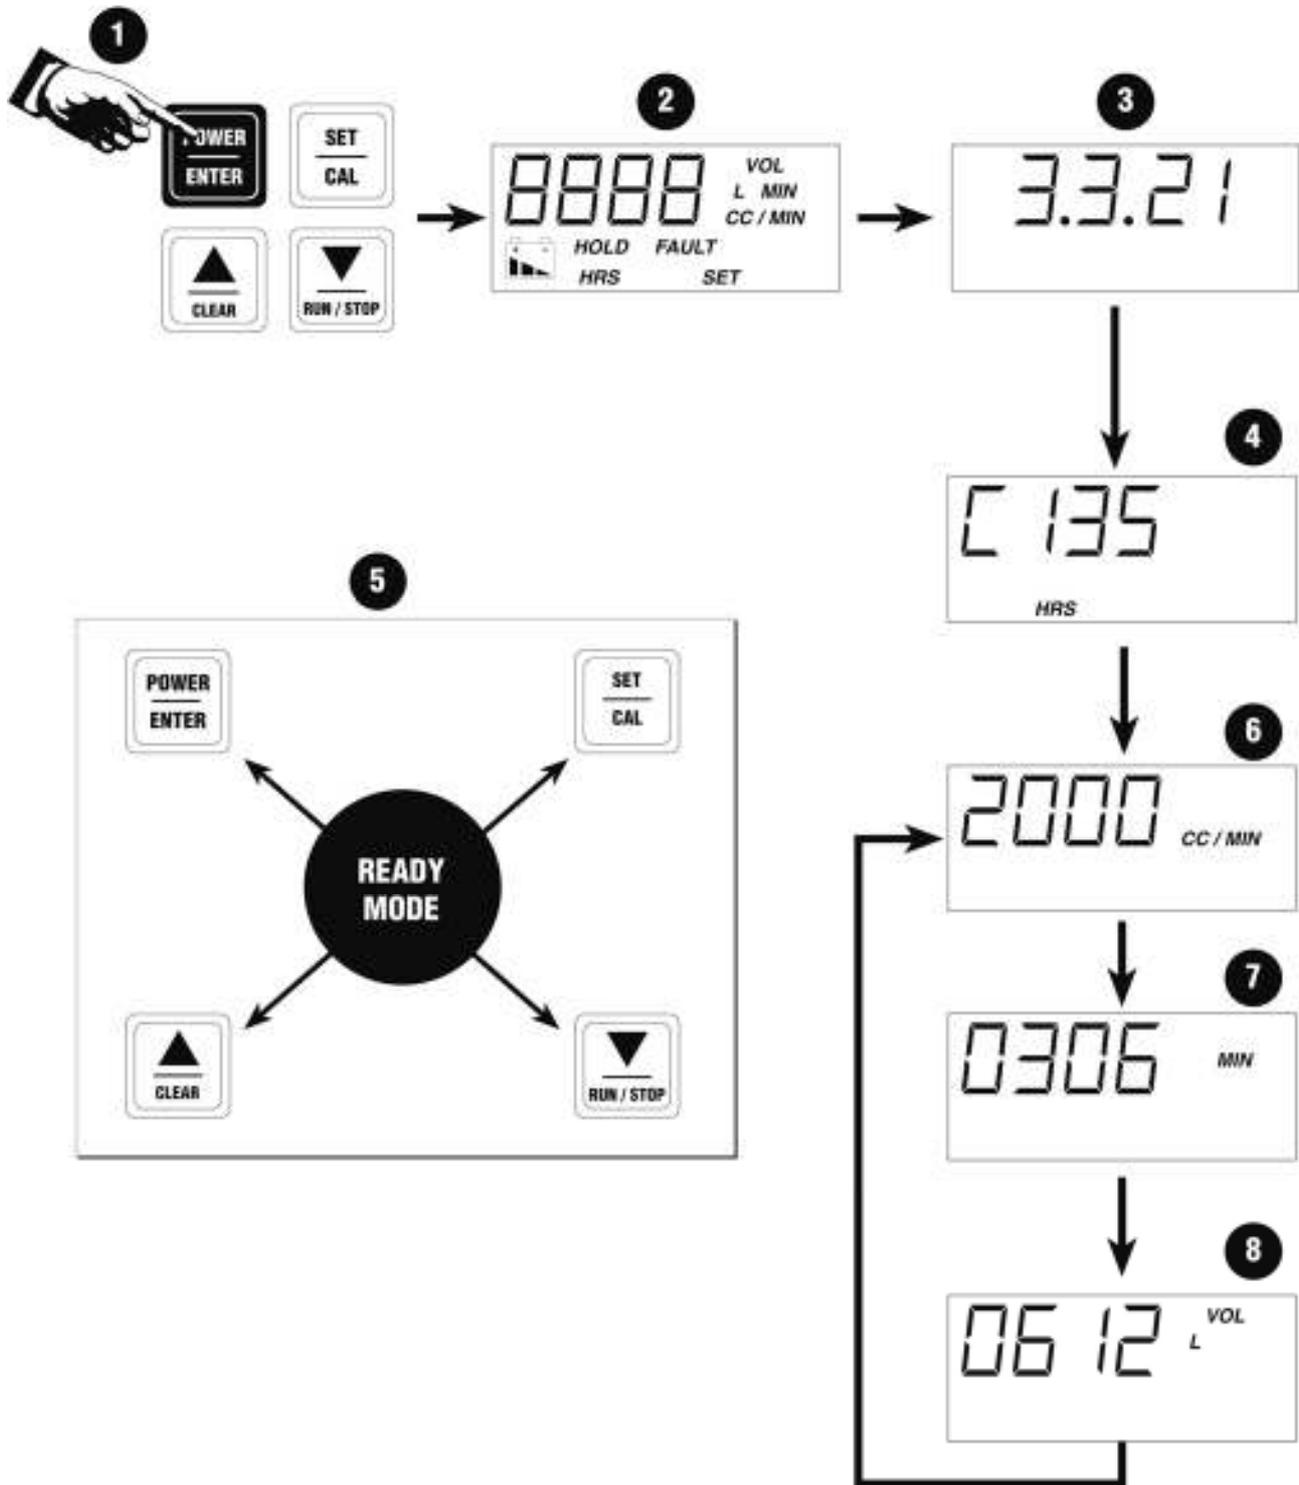

Figura 2.1
- Encendido (vea la Figura 2.1)